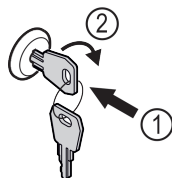

Fig. 160
- ▶ Introducir la llave Fig. 160 (1).
- ▶ Girar la llave 90° en sentido horario Fig. 160 (2).